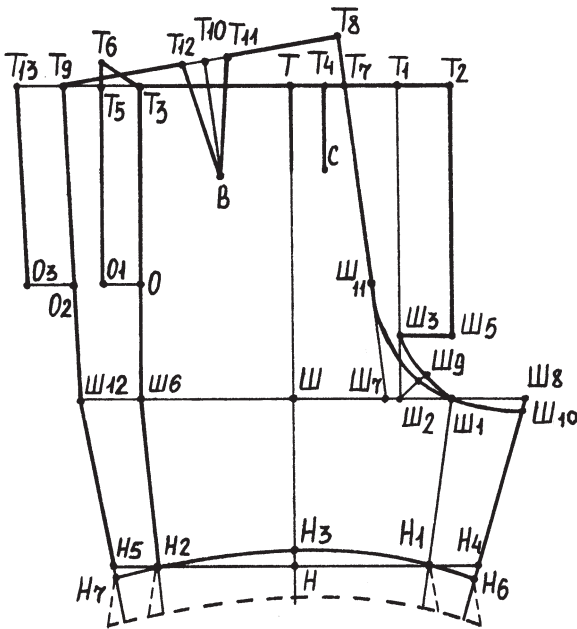

Рис. 183. Чертеж выкройки шорт
*Передняя половинка.* Проведите вертикальную линию и вверху поставьте точку Т (рис. 183).